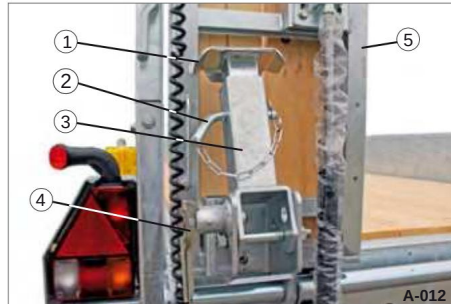

Bild 2 Fällbart stöd i kör läge
**Det fällbara stödet (bild 2/3)